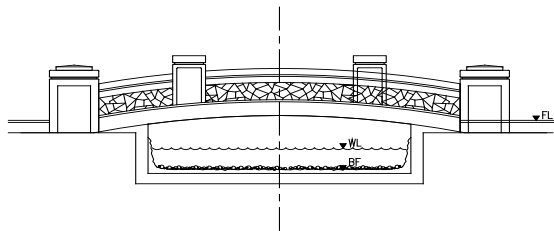

图 3-81 镜像复制栏杆图形
- 09 调用MI（镜像）命令，向右镜像复制栏杆图形，如图 3-81 所示。